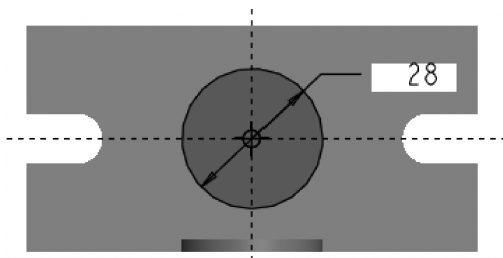
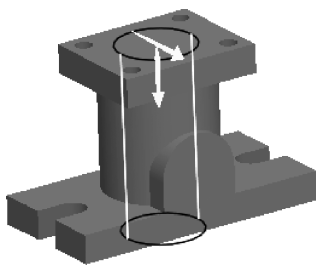

图 4-78 草绘截面
图 4-79 预览竖直孔
(4) 草绘截面, 标注并修改尺寸, 使用各种约束如图 4-78 所示。
(5) 单击【草绘器工具】工具栏中的【完成】按钮，接受草绘图形，回到设计窗口。
(6) 在图形区拖动鼠标中键调整观看模型的角度，预览模型，确认拉伸方向为向下，去除材料的方向朝向圆内部。
(7) 单击对话框【拉伸深度类型】列表后的按钮，从弹出的列表中选择【穿透】选项，拖动鼠标中键进行几何预览，如图 4-79 所示。